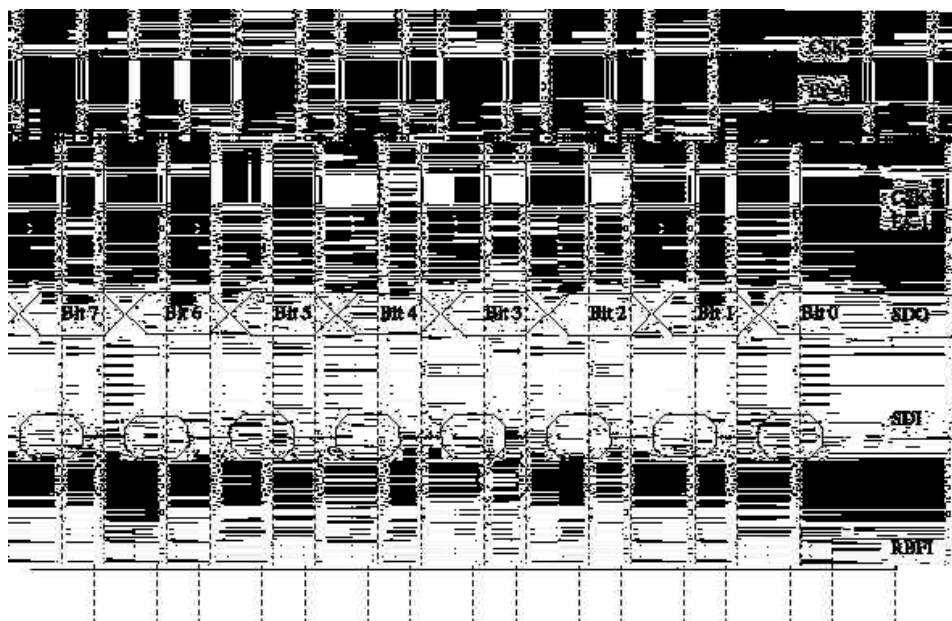
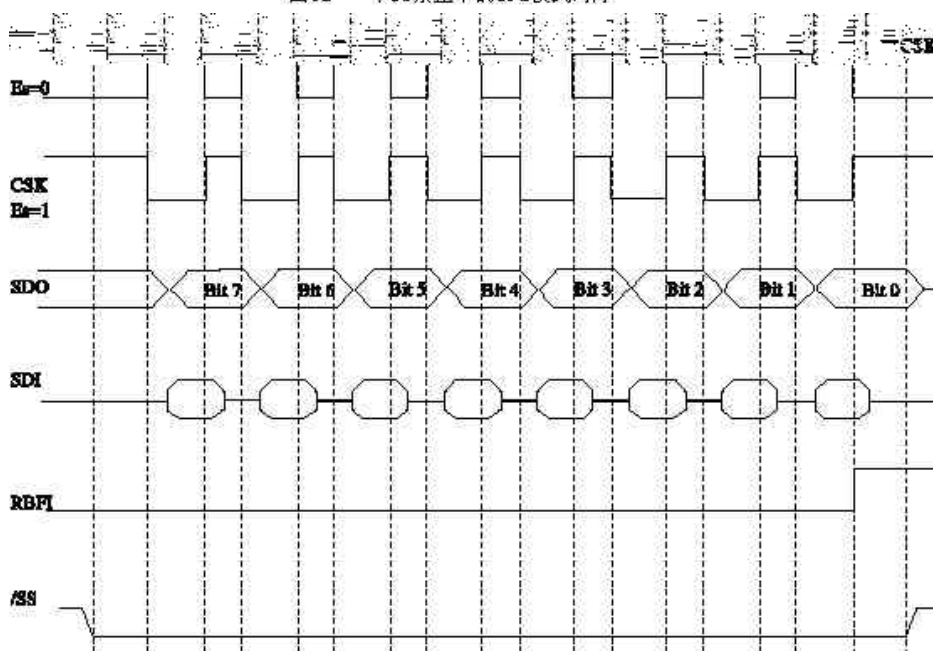

图12 /SS禁止下的SPI模式时序
图13 /SS使能的SPI模式时序
如图 12 所示 4 个 SDI、SDO、SCK、/SS 将在此详细
- 顺序如图 12、13 所示
SCK 边沿 CES 均适图 12 示波均适图 13 波适 /SS 均适